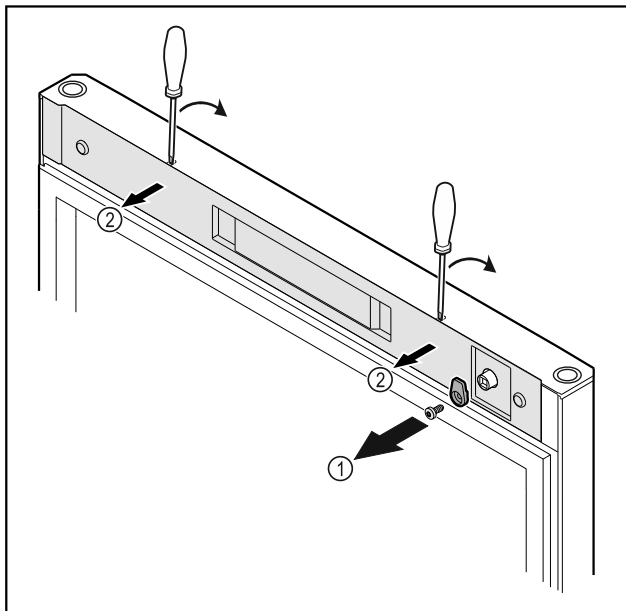

Fig. 22
- Skru låsekroen Fig. 22 (1) af.
- Klik afdækningen Fig. 22 (2) ud med en lille skruetrækker, og tag den af.